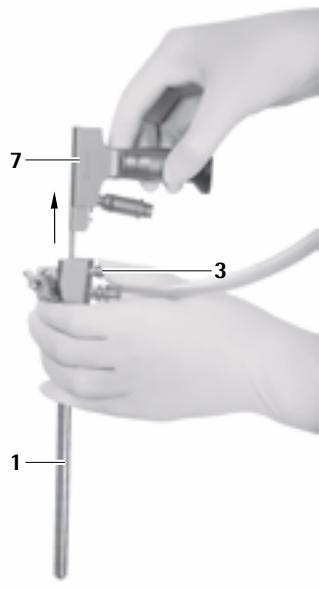

Рис. 11
- Нажать деблокирующую кнопку 3 и извлечь эндоскоп 5 из троакара MINOP inVent 1, см. Рис. 11.